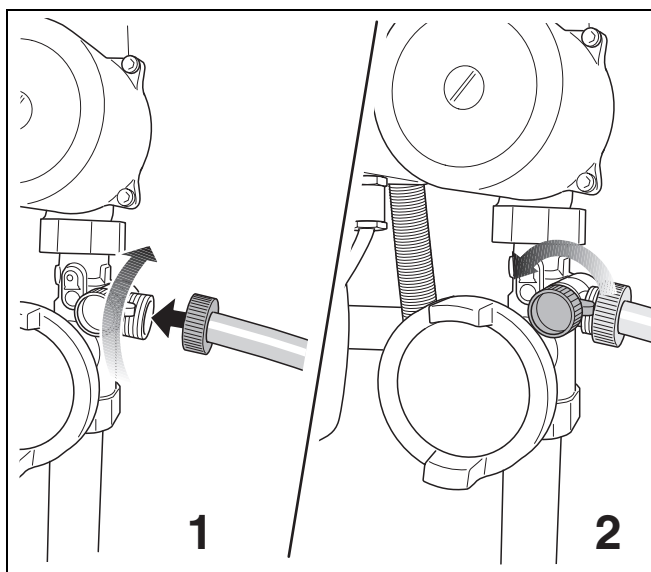

Рис. 11 Подсоединение шланга / Открывание крана для заполнения и слива
- Подсоединить шланг к крану для заполнения и слива (рис. 11, поз. 1).
- Открыть кран для заполнения и слива (рис. 11, поз. 2).